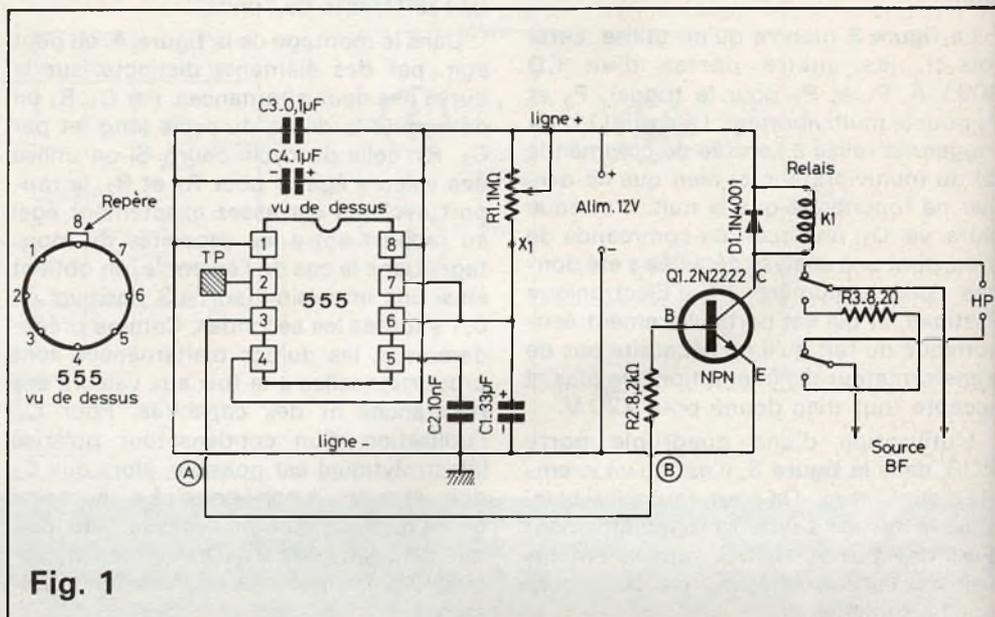
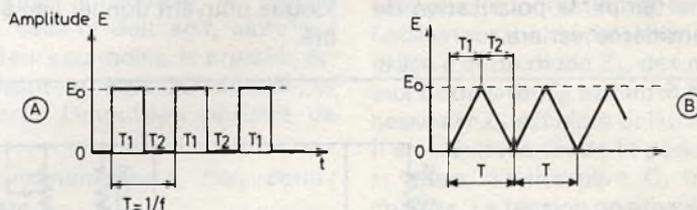

Fig. 1
Fig. 3
la figure 1. A l'aide d'une photorésistance Phr, on veut – par triac interposé, ainsi qu'on le verra plus loin – commander un éclairage à la tombée du jour. Il faut éviter, lors d'une pareille application, que cet éclairage s'allume et s'éteigne plusieurs fois de suite, au crépuscule, en fonction de quelque gros nuage qui passe sur le ciel. Il faut donc un trigger hystérésis, c'est-à-dire qui s'enclenche pour une luminosité ambiante quelque peu plus faible que celle qui provoque l'opération inverse. Cette hystérésis, c'est le rapport  $R_2/R_3$  qui la détermine dans le montage de la figure 1. Les deux seuils de commutation se trouveront d'autant plus écartés que  $R_2$  est plus grande.
**Fig. 1. – Avec deux portes d'un « quadruple nand (ou nor) à deux entrées » on peut réaliser un trigger dont l'hystérésis peut être modifiée, dans de larges limites, par le choix du rapport  $R_2/R_3$ .**
Dans le schéma de la figure 1, les entrées de porte 9 et 8, ainsi que 12 et 13, sont connectées ensemble, car on travaille avec un seul critère: la luminosité ambiante. Il se peut qu'on veuille ajouter un second critère, par exemple la durée, c'est-à-dire éteindre la lumière commandée au bout d'un certain temps, moyennant soit un temporisateur, soit une hor-
loge électronique. Pour cela, il suffit de déconnecter l'une des deux entrées de la seconde porte (plot 13, par exemple), pour y appliquer le critère supplémentaire. Cela sous forme d'une tension positive au repos, et sous forme d'une tension négative si on veut que l'éclairage reste éteint bien que Phr soit obscurcie. En agissant de même sur l'une des entrées de la première porte, on arrive à commander l'allumage (sortie 11 négative) même si Phr signale « Jour ». Finalement, on peut remplacer les deux portes NAND de la figure 1 par des portes NOR, ce qui déterminera un effet inverse pour les critères auxiliaires dont il était question plus haut.
**Fig. 3. – Clignotant de chantier, fonctionnant la nuit seulement. En utilisant un circuit intégré C.MOS pour le trigger et pour le multivibrateur, la consommation du circuit de commande reste si faible qu'on n'a pas besoin de transformateur d'alimentation.**
La figure 3 montre qu'on utilise, cette fois-ci, les quatre portes d'un CD 4001 A, P1 et P2 pour le trigger, P3 et P4 pour le multivibrateur. La sortie (11) du trigger est reliée à l'entrée de commande (5) du multivibrateur, si bien que ce dernier ne fonctionne que la nuit. Il attaque alors, via D1, un circuit de commande de triac, dont une analyse détaillée a été donnée dans le numéro 14 d'Electronique Pratique, et qui est particulièrement économique du fait qu'il ne nécessite pas de transformateur d'alimentation. De plus, il accepte tout triac donné pour 220 V.
L'utilisation d'une quadruple porte NOR, dans la figure 3, n'est qu'un exemple d'application. On peut, tout aussi bien, obtenir ce même type de fonctionnement avec des portes NAND, moyennant les modifications qu'on déduira facilement des figures 1 et 2.
De plus, il est également possible de combiner le circuit décrit avec d'autres fonctions logiques assurées par des éléments CMOS, et alimentées sur le montage de la figure 3.
Par la diode D2, le circuit peut attaquer le montage de commande de triac, dans la partie de droite de la figure 3. Ce montage lui servira également d'alimentation. On obtiendra alors un bref allumage de l'ampoule, toutes les secondes. L'effet contraire - brève coupure toutes les secondes - peut être obtenu en inversant D2.
Comme tout le monde le sait (aux USA) killer = tueur, mais le montage de la **figure 1** ne tue que les sons d'une émission TV ou radio lorsque ceux-ci deviennent gênants, comme par exemple indicateurs tonitruants, musique grinçante, bruitage excessif, chanteurs ou chanteuses à la voix chevrotante, etc.
A noter que  $R_3$ - $C_2$  est un circuit intégrateur qui modifie le signal rectangulaire en signal proche de la forme triangulaire. Cela est en effet nécessaire pour obtenir l'effet trémolo ressemblant à celui requis en musique. A la **figure 3** on montre les deux sortes de signaux.
Par contre si la tension  $E$  a une allure triangulaire, comme en (B) **figure 3**, il y aura croissance progressive de  $E$  pendant  $T_1$  secondes et décroissance progressive pendant la période partielle,  $T_2$  restante.